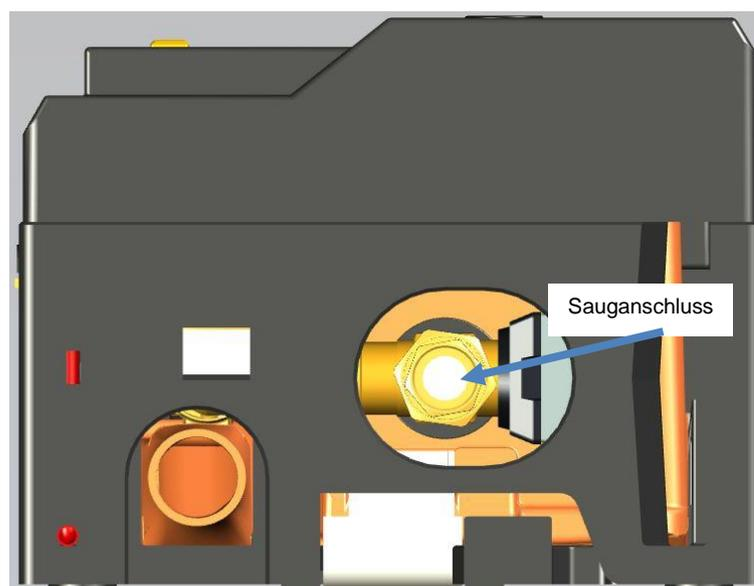
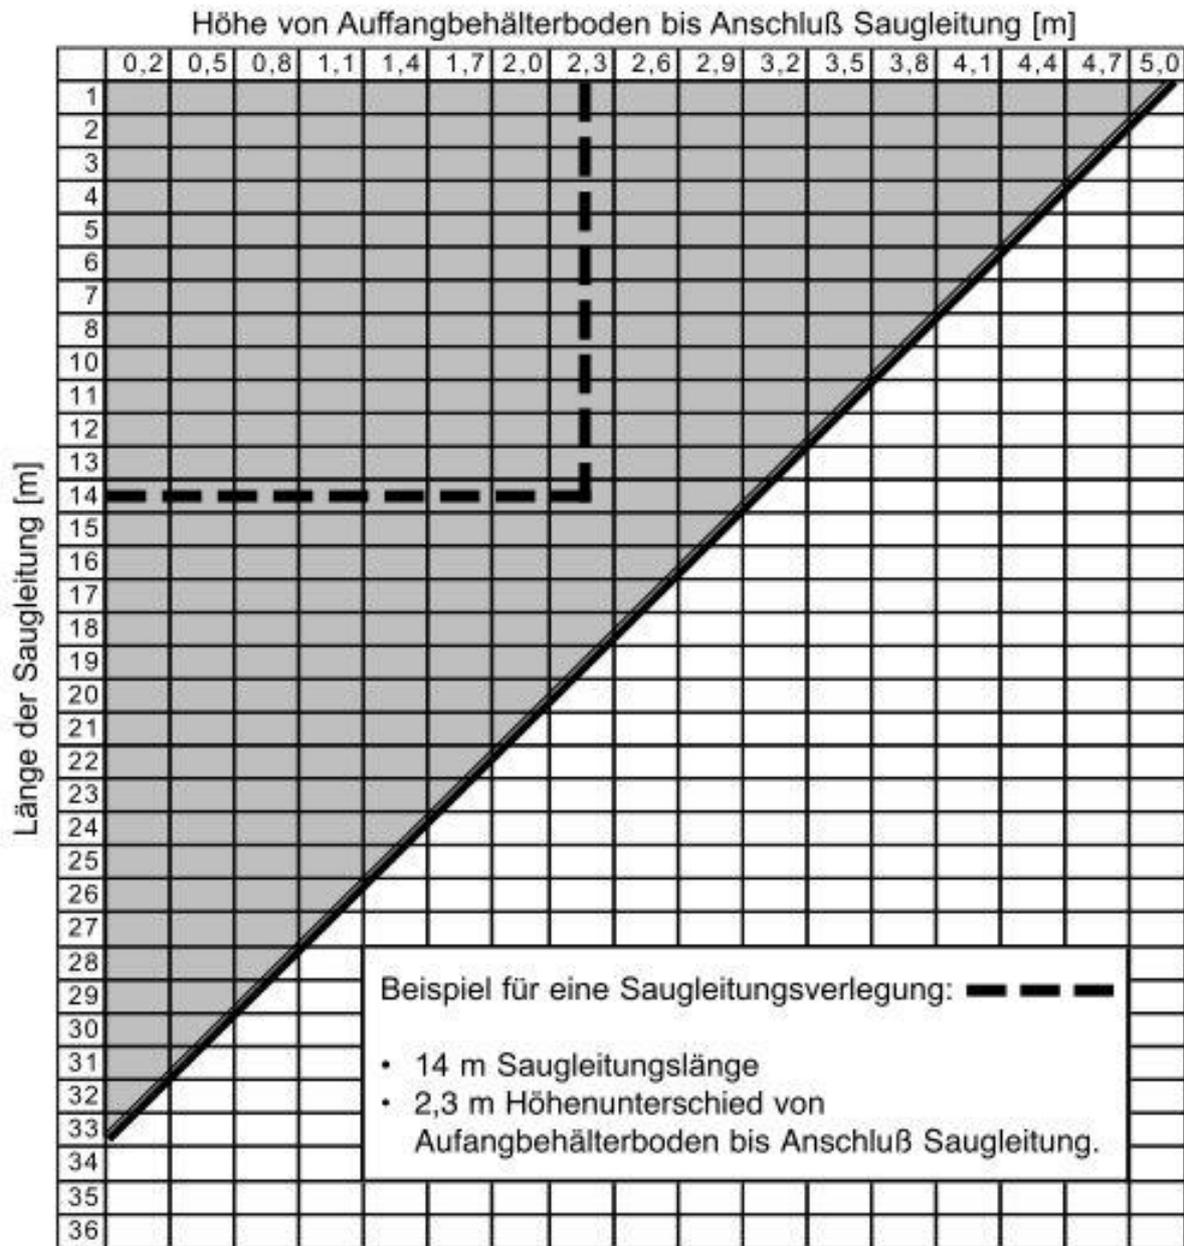

Abbildung 9: Anschluss der Saugleitung
Abbildung 10: Verlegehinweis Saugleitung
- Mögliche Längen- und Höhenunterschiede, siehe Abbildung 10.
- Gummi-Saugschlauch dicht und fest mit dem Gegenstück (IG) der 3-teiligen-Verschraubung des *Regenmanager*[®] verbinden.
- Gummi-Saugschlauch dicht und spannungsfrei mit der 3-teiligen-Verschraubung des *Regenmanager*[®] verbinden, siehe Abbildung 9